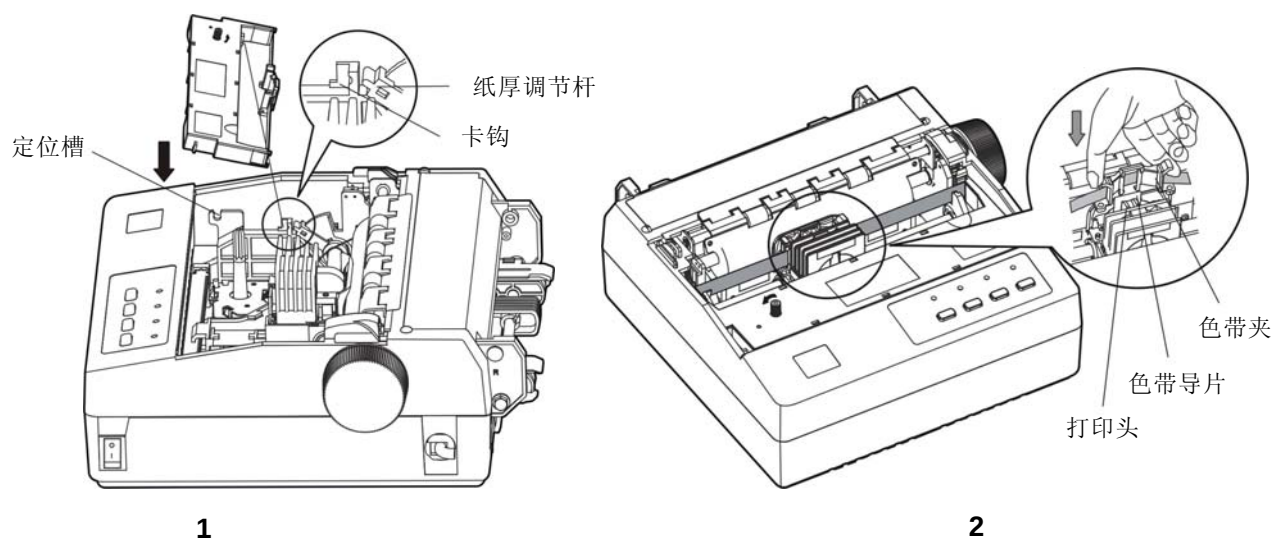

图 1-7 安装色带盒
4. 拿住色带盒，色带盒旋钮朝上（如图 1-7 所示）。先把纸厚调节杆调到适当位置，再将色带盒的卡臂倾斜置入打印机中的卡钩；向前向下轻按按下，使色带盒两侧的的定位块卡进打印机的定位槽，以确保色带盒安装到位，然后一边沿色带盒上的箭头方向轻旋色带盒旋钮，一边把色带夹连同色带芯放进到打印头前端与色带导片之间，并按下到位。最后根据打印纸类型设置纸厚调节杆位置（详细说明请参考用户手册第三章）。